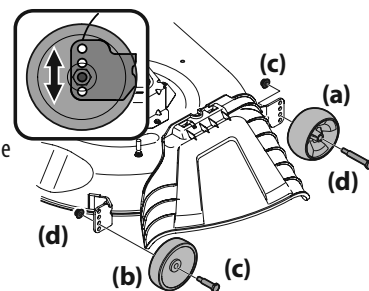

Figure 20
- Retirez les écrous autobloquants (c) et les boulons à épaulement (d) qui fixent la roue avant (a) et la roue arrière (b) au plateau de coupe, puis enlevez les roues. Voir Figure 20.